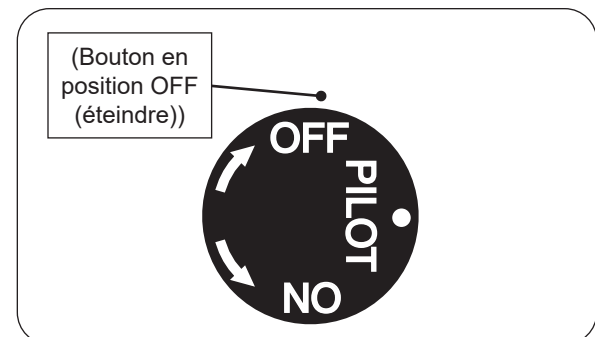

Fig. 43-2 Arrêt du pilote
2. Localisez la vanne sur le côté de l'unité. Pousser le gaz bouton de commande légèrement et tourner dans le sens des aiguilles d'une montre  sur **OFF** (éteindre) (voir Fig. 43-2).
Appuyez légèrement sur le bouton de contrôle et tournez-le dans le sens des aiguilles d'une montre  pour **OFF** (éteindre). Ne force pas. Voir Fig. 43-2.